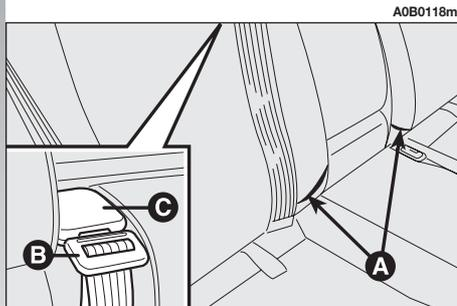

fig. 43
Quando i posti posteriori non sono occupati, utilizzare le apposite tasche (A-fig. 43) poste sullo schienale per riporre ordinatamente le fibbie delle cinture, verificando che la linguetta (B) della cintura centrale addominale sia inserita nel supporto (C) (vedere di seguito il paragrafo "Alloggiamento cintura centrale posteriore addominale").